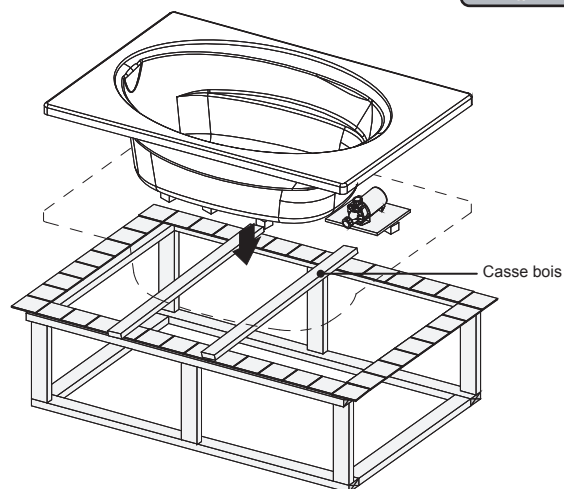

Fig. 5
2. Placer un morceau de bois de rebut sur chacun des extrémités de la découpe - il sera utilisé comme un soutien temporaire avant d'abaisser la baignoire pleinement dans l'ouverture (Figure 5).